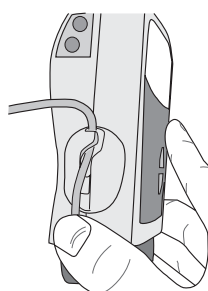

図2
- ・親指でセンサ下側のチューブを押さえ、チューブを溝に沿って噛みながら引っ掛けます(図2)。